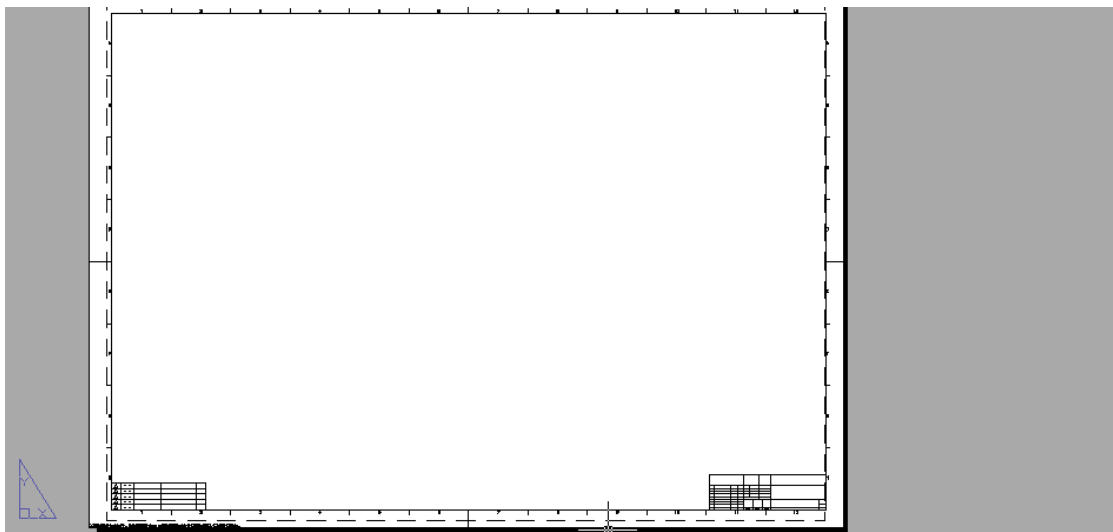

图 8-41 一种样板文件布局
(1) 复制(C): 复制指定的布局。
(2) 样板(T): 从样板图选择一个样板文件建立布局。选择该项, 系统打开“从文件选择样板”对话框。选择样板文件后, 系统按该样板文件建立布局。这种方法有一个很明显的优点就是可以利用有些样板进行绘图的基本工作, 比如, 绘制图样边框和标题栏等, 图8-41所示即为一种样板文件布局。本选项与菜单命令: “插入→布局→来自样板的布局”效果相同。
(3) 设置(S): 对布局进行页面设置, 选择该项, 系统自动对布局进行设置。